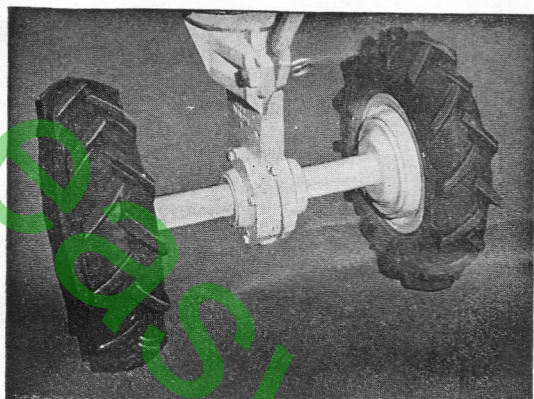

Fig. 5
- Montez la paire de roues (fig. 5) avec l'axe et les entretoises correspondantes et bloquer l'ensemble. La partie filetée de l'axe doit se trouver à gauche du sens de marche de l'appareil.